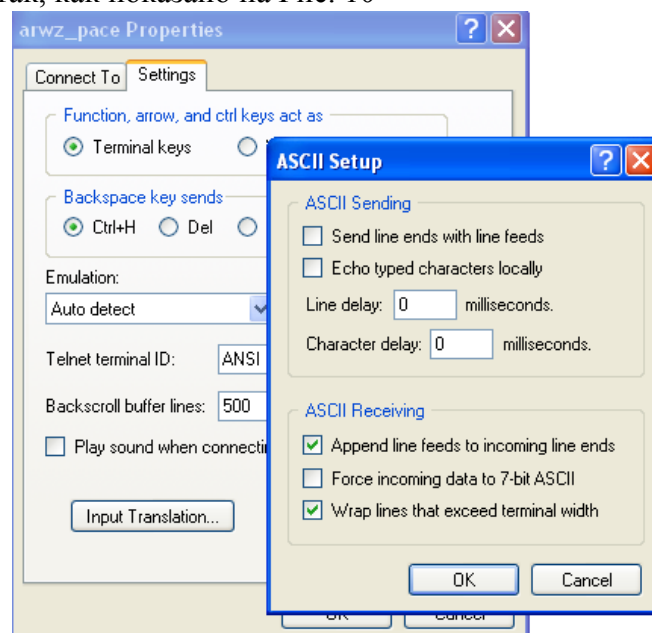

Рис. 10. ASCII Установки для соединения через последовательный порт
- 8 В Установках нажмите ASCII Setup вкладку и затем установите значения параметров так, как показано на Рис. 10